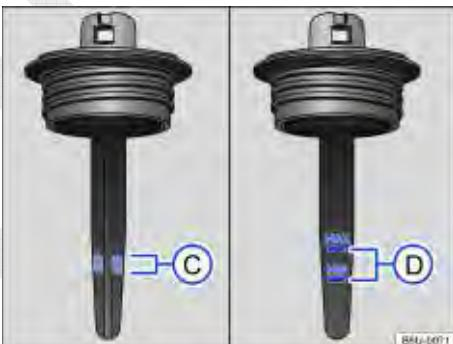

Fig. 112 Marcações para controle do nível do fluido da direção hidráulica.
- Retirar a tampa do reservatório e limpar a haste de medição ⇒ Fig. 112 sob a tampa com um pano limpo ⇒ ▲.